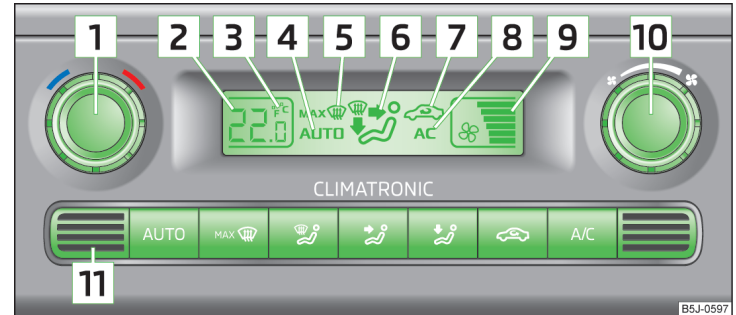

Abb. 97 Climatronic: Bedienungselemente
Den Innenraumtemperatursensor **[11]** » Abb. 97 nicht überkleben oder überdecken, sonst könnte die Climatronic ungünstig beeinflusst werden.
- › Die Taste **AUTO** » Abb. 97 auf Seite 94 drücken, im Display wird **AUTO** angezeigt.
- › Den Drehregler **[1]** » Abb. 97 auf Seite 94 nach links bzw. rechts drehen, um die Temperatur zu senken bzw. zu erhöhen.
Im Display erscheint die Angabe in den gewünschten Temperatur-Maßeinheiten (Pos. **[3]** » Abb. 97 auf Seite 94).
- › Die Symboltaste ☞ » Abb. 97 auf Seite 94 drücken.
- › Die Symboltaste ☞ » Abb. 97 auf Seite 94 erneut drücken.
- › Den Drehregler **[10]** » Abb. 97 auf Seite 94 nach links bzw. rechts drehen, um die Gebläsedrehzahl zu senken bzw. zu erhöhen.
Die eingestellte Gebläsedrehzahl wird durch die Anzeige der jeweiligen Anzahl von Segmenten im Symbol **9** » **Abb. 97** auf Seite 94 im Display dargestellt.
➤ Die Symboltaste **MAX** » **Abb. 97** auf Seite 94 drücken.
➤ Die Symboltaste **MAX** » **Abb. 97** auf Seite 94 erneut drücken oder die Symboltaste **AUTO** drücken.